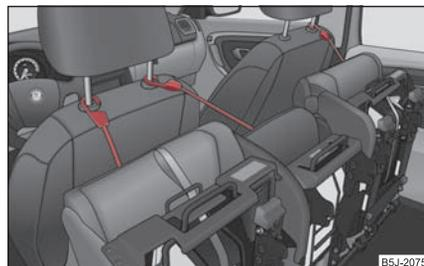

Fig. 68 Asegurar los asientos abatidos
- Asegurar el asiento abatido con ayuda del cinturón de fijación en una barra guía del reposacabezas del asiento delantero ⇒ fig. 68.